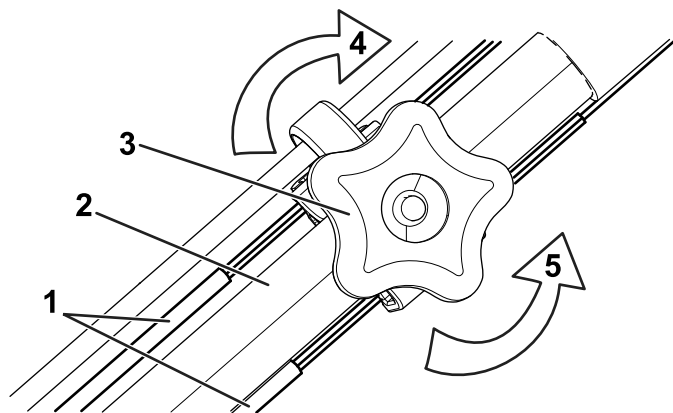

Figure 31
1. Tournez le bouton de réglage dans le sens antihoraire pour desserrer le réglage du câble (Figure 31).
2. Ajustez la tension des câbles (Figure 31) en les tirant en arrière ou en les poussant en avant uniformément puis en les maintenant tous deux à cette position.